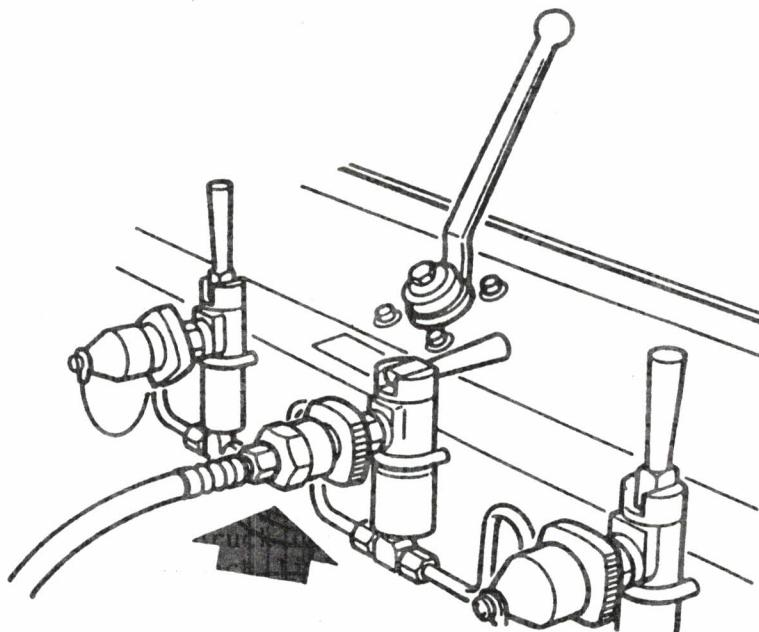

Bild 11 Füllschlauch anschließen
- Flaschenbündel oder 50-1-Vorratsflaschen werden mit Verbindungsschlauch (Teil 1, 36/28) und Zwischenstück (Teil 1, 36/27 bzw. 36/33) angeschlossen (siehe Bild 11). Für das flaschenseitige Ende des Füllschlauchs Flaschenanschlußstück (Teil 1, 36/29 bzw. 36/31) und Verschraubung (36/30 bzw. 36/32) aus Zubehör und Vorrat verwenden.